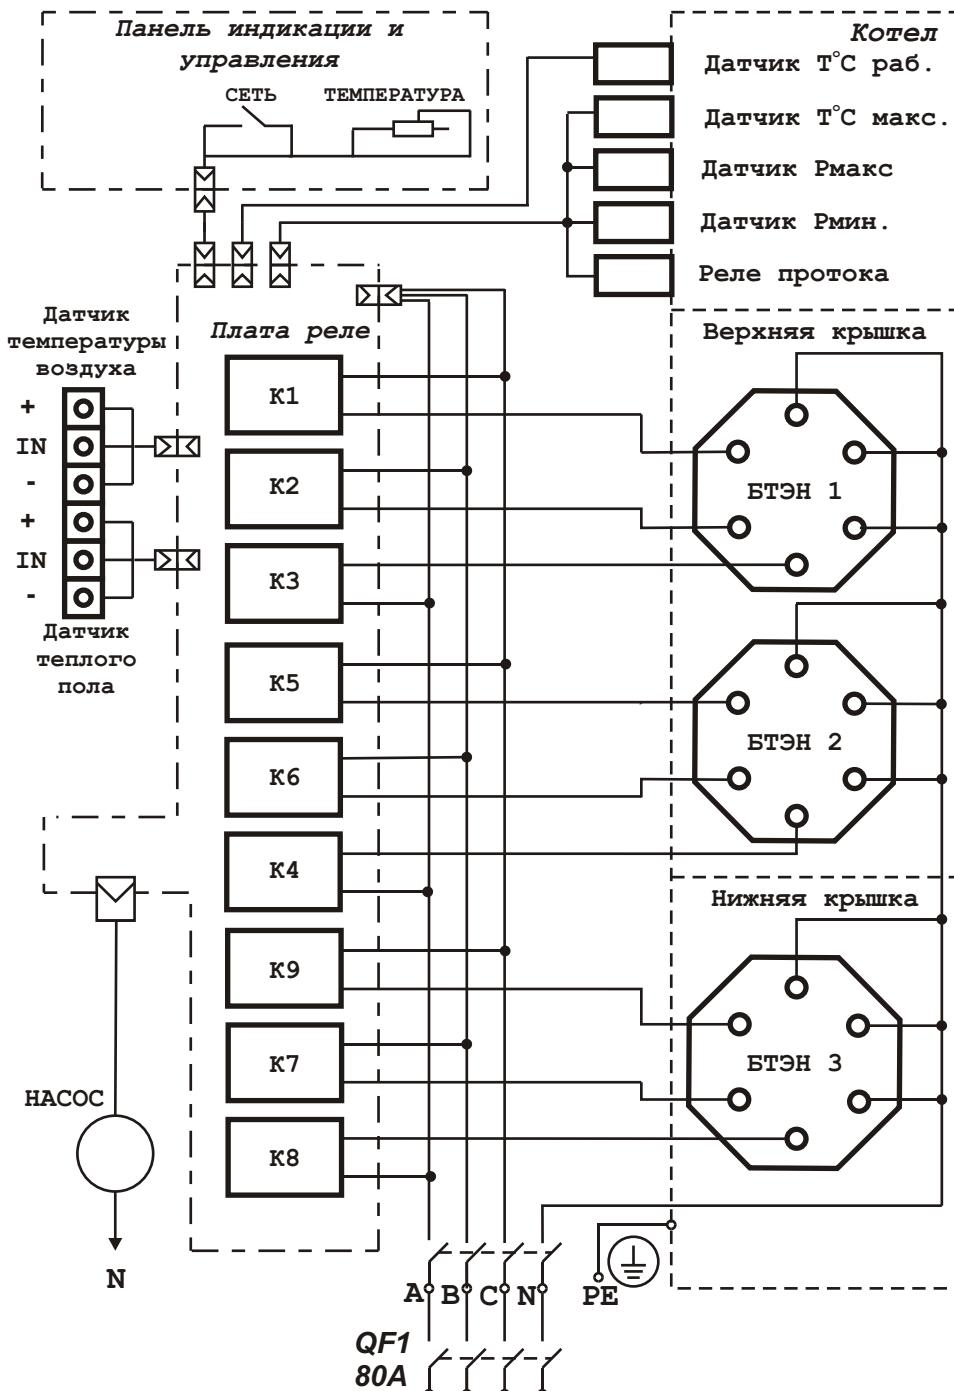

Рис. 5 Схема подключения
6.1.9 Подключение прибора к электрической сети производится только через внешний автоматический выключатель QF1 с номинальным током (In) 80A в соответствии с Рис. 5.